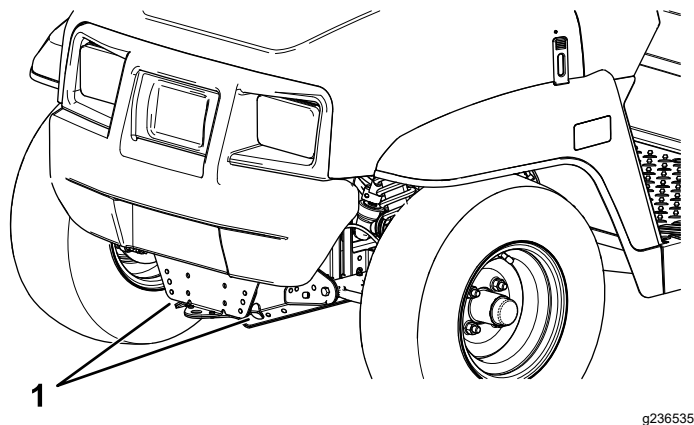
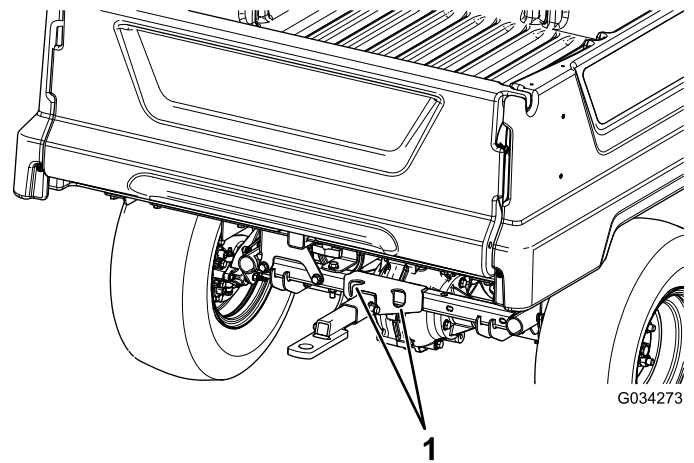

Figura 21
Figura 22
Consultai Figura 21 i Figura 22 pentru locurile de fixare a mainii.
2. Atași o bară de remorcare pe cârligul de remorcare din partea din față a cadrului mainii (Figura 21).